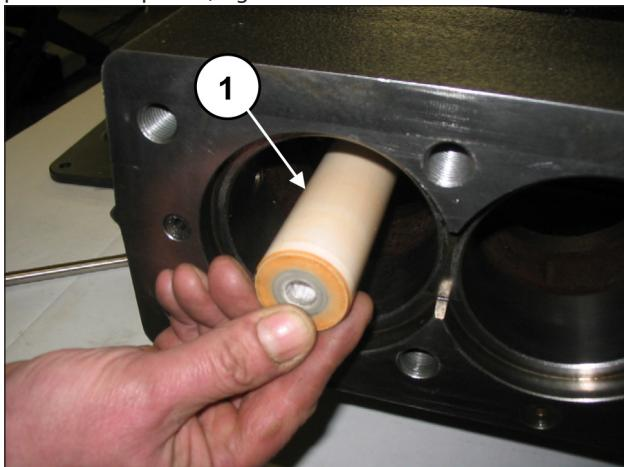
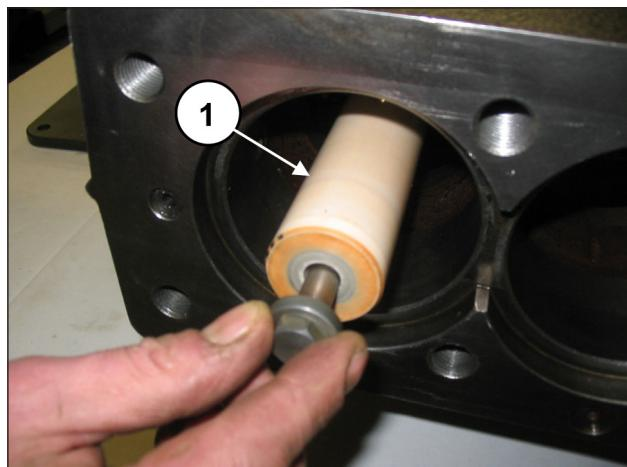

Fig. 157
Fig. 158
Monte os pistões nas respectivas guias (pos. ①, Fig. 157) e prenda-os na pos. ①, Fig. 158.